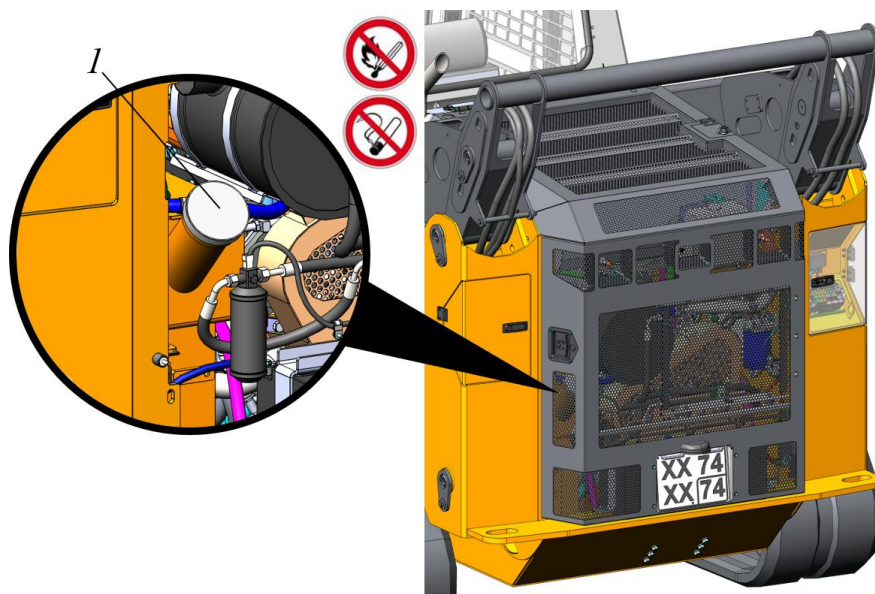

Рисунок 3.44. Заправка топливом
- ▶ Открыть створку моторного отсека (см. рис. 3.44).